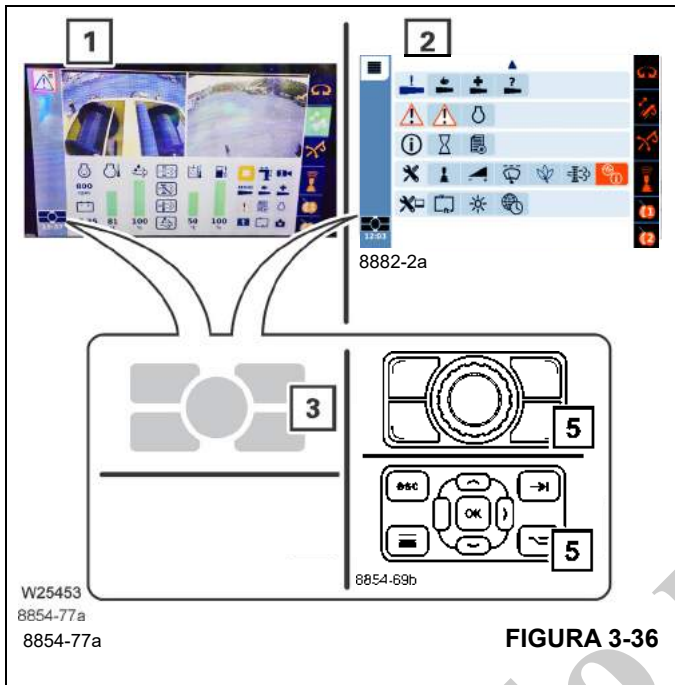

FIGURA 3-36
El símbolo (3), (Figura 3-36), se mostrará en la esquina inferior izquierda de la pantalla activa; no se mostrará ningún símbolo en la pantalla inactiva. Use el botón (5), (Figura 3-36), del cuadrante selector o el tablero de control para conmutar entre pantallas.